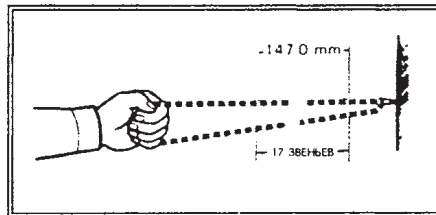

Рис. 50.
- Закрепите и натяните цепь (рис. 50). Измерьте длину 17 звеньев. Она не должна превышать 147,0 мм. Проверка проводится при закреплении цепи в трех положениях. Если хотя бы в одном положении имеется превышение указанного размера, цепь следует заменить.